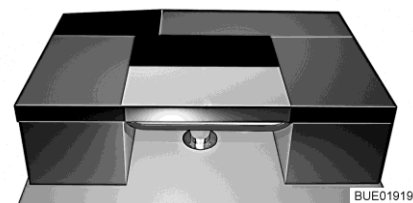

Bild 162 Efter ombyggnaden
- Lägg extra dynan tvärt över bordet (se Bild 162).